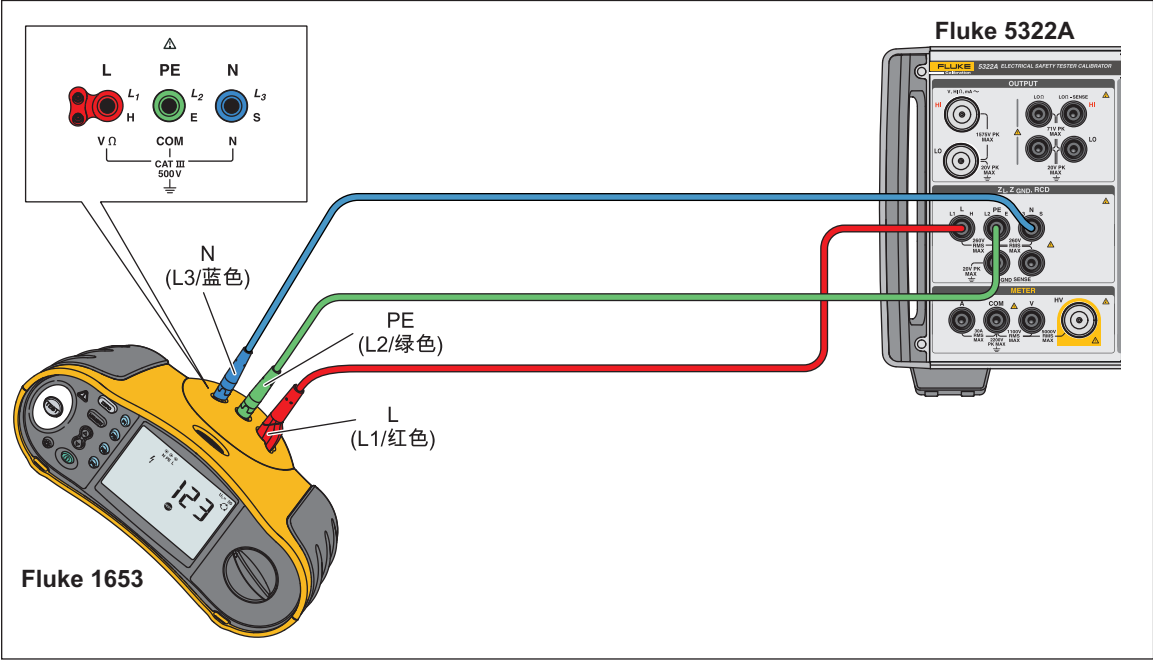

图 49.RCD 触发时间和触发电流的校准
2. 如图 49 所示，将被测仪器连接到本产品的 L、PE 和 N 端子。
1. 如图 49 所示，将被测仪器连接到本产品的 L、PE 和 N 端子。
2. 如图 49 所示，将被测仪器连接到本产品的 **L**、**PE** 和 **N** 端子。